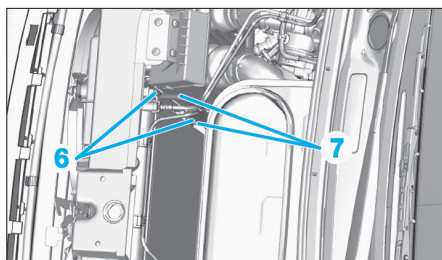

Fig. 7
- le conduit de remplissage de liquide de lave glace (5),
- les écrous de maintien des brides des conduits de liquide frigorigène (6) (Fig.7).
- Désaccoupler les conduits du condenseur (7).